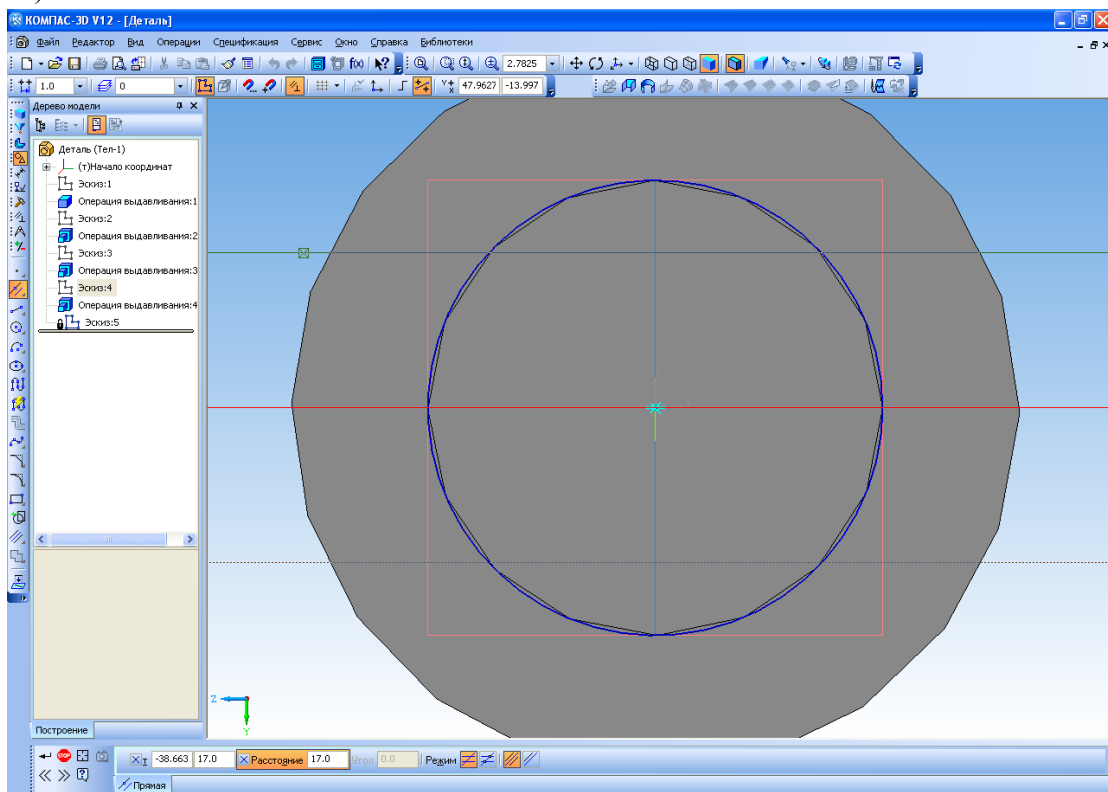

Рисунок 15
2. Проведите горизонтальную прямую линию, на расстоянии 17 мм. от начальной точки. Для этого проведите вспомогательную горизонтальную прямую через начальную точку. После этого при помощи инструмента Параллельная прямая построить на расстоянии 17 мм прямую (рисунок 15).